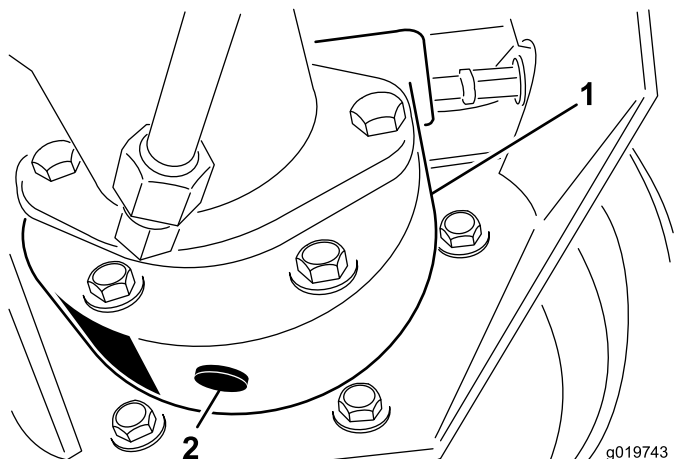

图56
3. 将放油盘放在制动器箱下面取出排油塞让油排出 (图56)。